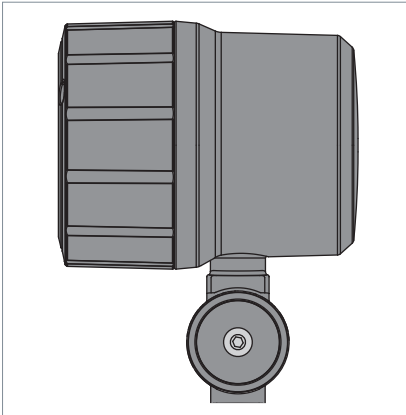

Fig. 4: Gelenk und Gelenkschraube.
- ▶ Bei einer Leuchte mit Gelenken: Ziehen Sie jede Gelenkschraube an, bis die Leuchte in der gewünschten Einstellung verhartet, siehe Fig. 4.